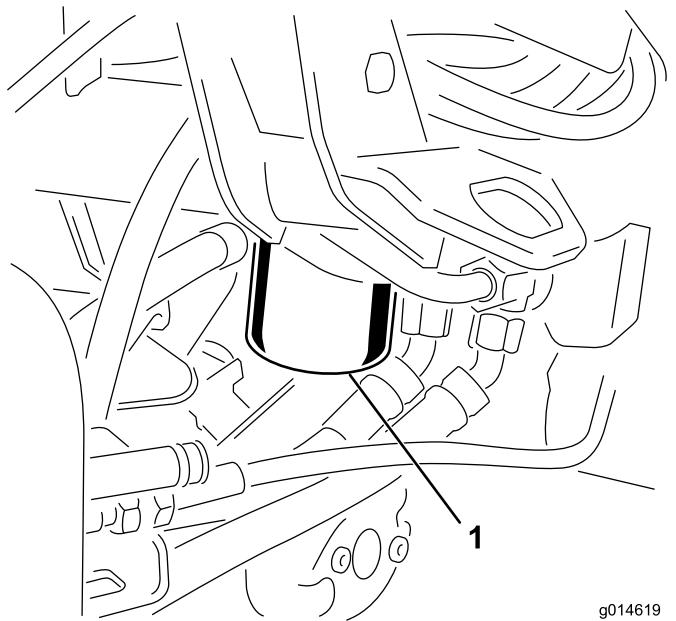

Figura 45
1. Pulite la superficie circostante il filtro (Figura 45). Collocate una bacinella di spurgo sotto il filtro e togliete il filtro.